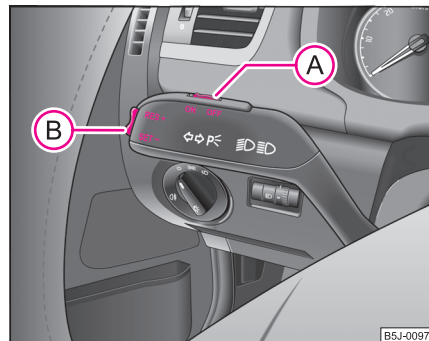

Abb. 104 Bedienungshebel: Wippe und Schiebeschalter der Geschwindigkeits-Regelanlage
- Drücken Sie den Schalter **A** ⇒ Abb. 104 in die Stellung **ON**.
- Die gespeicherte Geschwindigkeit können Sie ohne Betätigung des Gaspedals durch Drücken der Wippe **(B)** ⇒ Seite 118, Abb. 104 in die Position **RES erhöhen**.
- Drücken Sie den Schalter **(A)** ⇒ Seite 118, Abb. 104 nach rechts in die Stellung **OFF**. ■